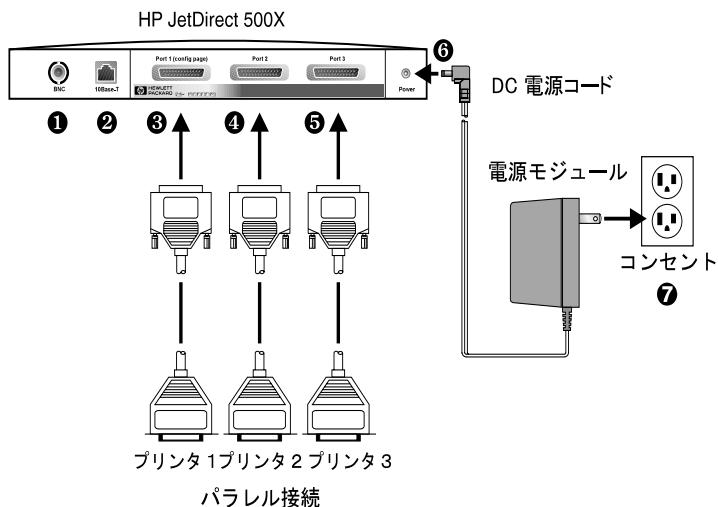

図 3-2 HP JetDirect J3265 プリントサーバ用米国電源モジュールを使用したハードウェアの接続
次のステップにおいて、丸で囲んだ番号は 図 3-2 に一致します。HP JetDirect 300X と EX Plus には、プリンタポート ⑤ が 1 つあり、HP JetDirect 500X には BNC ポート ① があります。HP JetDirect 500X と 300X には、10-あるいは 100-Mbps 動作用 RJ-45 コネクタ ② があります。
5. プリントサーバをネットワーク ① または ② に接続します。
6. プリントサーバをプリンタ ③、④ および ⑤ に接続します。